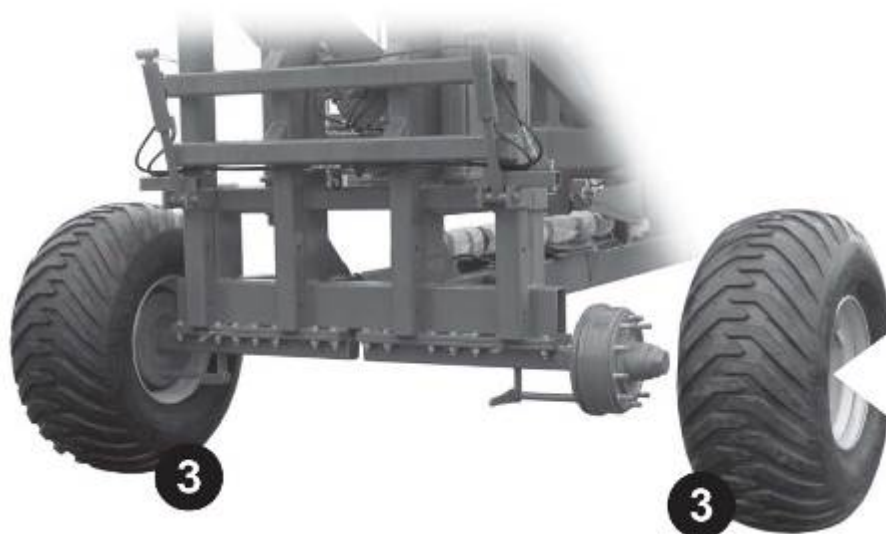

Рисунок 2.
- На полуоси установить два колеса (рис. 2).